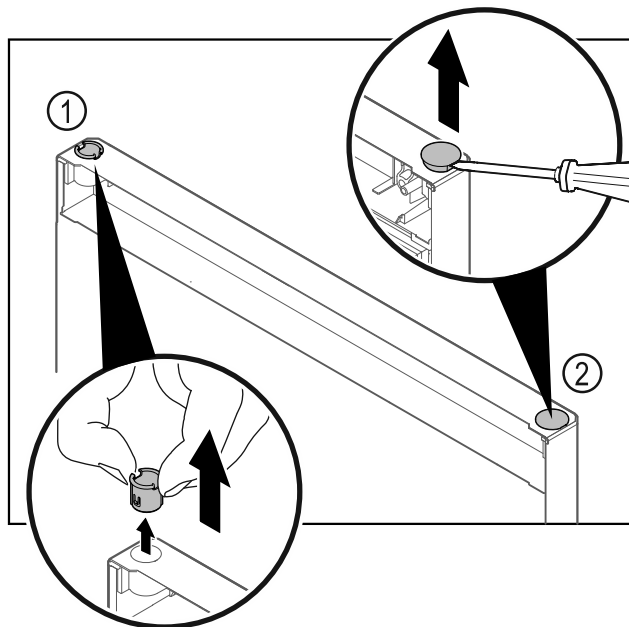

Fig. 22 Πόρτα τμήματος συντήρησης
- ▶ Τραβήξτε έξω την υποδοχή μεντεσέ Fig. 22 (1) με τα δάχτυλα.
- ▶ Ανασηκώστε προσεκτικά την τάπα Fig. 22 (2) με ένα ίσιο κατσαβίδι και τραβήξτε την έξω.